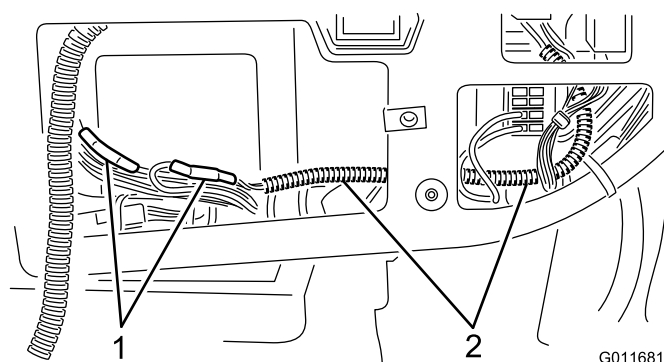

Figura 17
7. Con una giunzione per cavi unite il filo proveniente dall'interruttore del ripartitore di flusso (proveniente dall'alto) al filo grigio del nuovo cablaggio di connessione (Figura 17). Scaldare la giunzione per farla restringere.
8. Con una giunzione per cavi unite l'altra metà del filo marrone/bianco del ripartitore di flusso al filo marrone/bianco del nuovo cablaggio (Figura 17). Scaldare la giunzione per farla restringere.